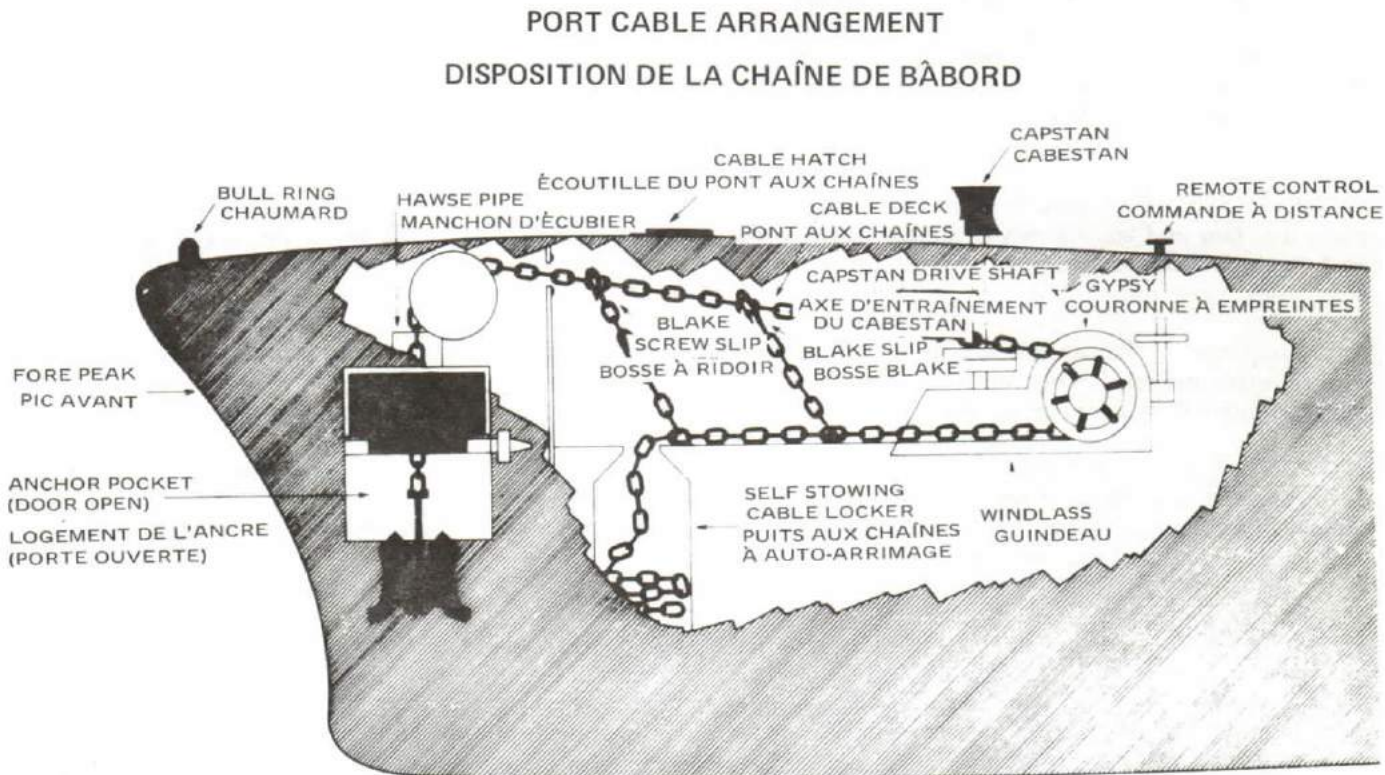

Figure 11-69
28. The anchor is eased out of the hawse pipe until the weight is on the Blake slip. The brake is then taken up and the clutch disengaged. The Blake slip is removed, and at the order, "Let go", the brake is released and the cable paid out as required. The cable is slipped from the Blake slip in some ships of this class, but, as the cable is not held back by friction, there is a tendency for it to whip, causing the cable to flip off the snugs. This procedure however, is dependent to a great extent on the cable officer, and it may vary from ship to ship. See Figure 11-69.
28. L'ancre descend par le manchon d'écubier jusqu'à ce que son poids soit appliqué sur la bosse Blake. On serre alors le frein et on dégage l'embrayeur. On retire la bosse Blake et au commandement "Mouillez", on desserre le frein et on file la chaîne à la longueur voulue. La chaîne est filée sur la bosse Blake dans certains navires; cependant, puisque la chaîne n'est pas freinée par frottement, elle a tendance à fouetter, ce qui fait sauter les mailles des empreintes du barbotin. Toutefois la méthode appliquée est à la discrétion de l'officier préposé aux chaînes et elle peut varier d'un navire à l'autre (voir la figure 11-69).